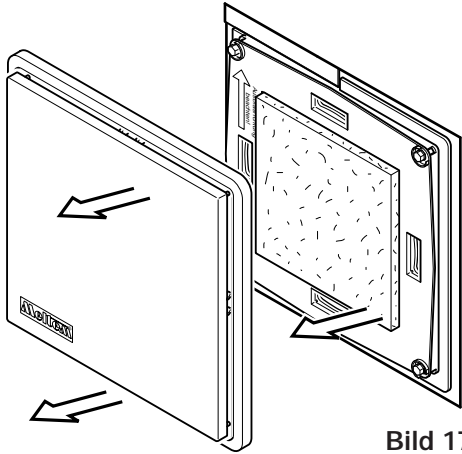

Bild 17
- Ansauggitter nach vorne abziehen (Bild 17)